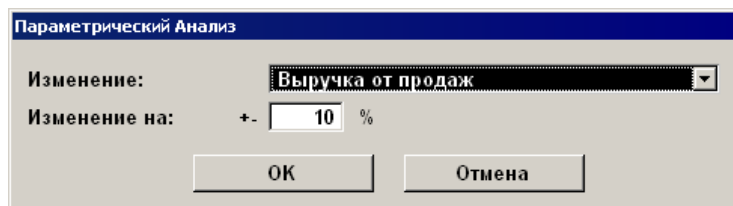

Рисунок 124: Модальное окно параметрического анализа
- Выберите **Параметрический анализ** в меню График; отображается модальное окно ПАРАМЕТРИЧЕСКИЙ АНАЛИЗ (рис. 124).